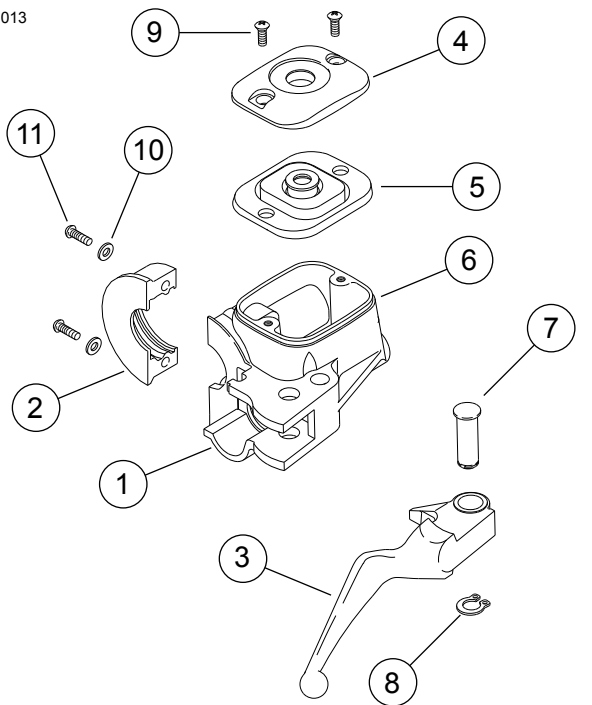

**Figura 7. 5/32 in. (4 mm) Inserto di cartone**
4. Vedere Figura 7. Disporre un inserto di cartone da 4 mm (5/32 di pollice) tra la leva del freno e la staffa della leva.